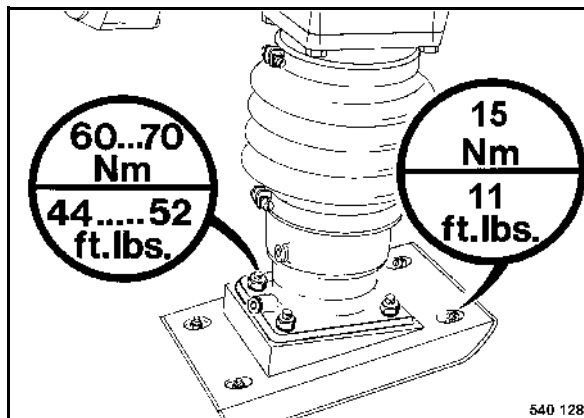

fig. 41
- Resserrer les vis (fig. 41).